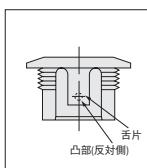

図2
- 圧力計自体をパネルマウントケースより取りはずす場合は、取付リングをはずしてから、パネルマウントケース下部に設けている舌片を指先でめくり上げ、圧力計を押しますと簡単に取りはずせます。舌片をめくらずに無理に圧力計を取りはずそうとしますと、舌片の内側にある脱落防止用の凸部が損傷する可能性がありますので注意してください。(図2参照)